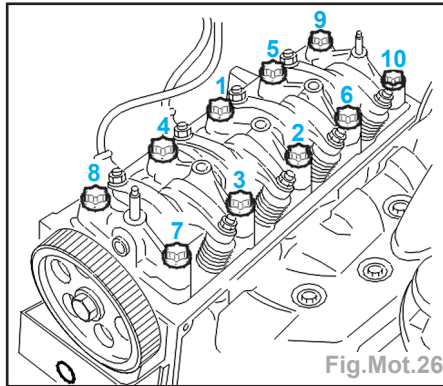

Fig.Mot.26
- Reposer les vis de culasse préalablement enduites d'huile moteur (Fig.Mot.26).